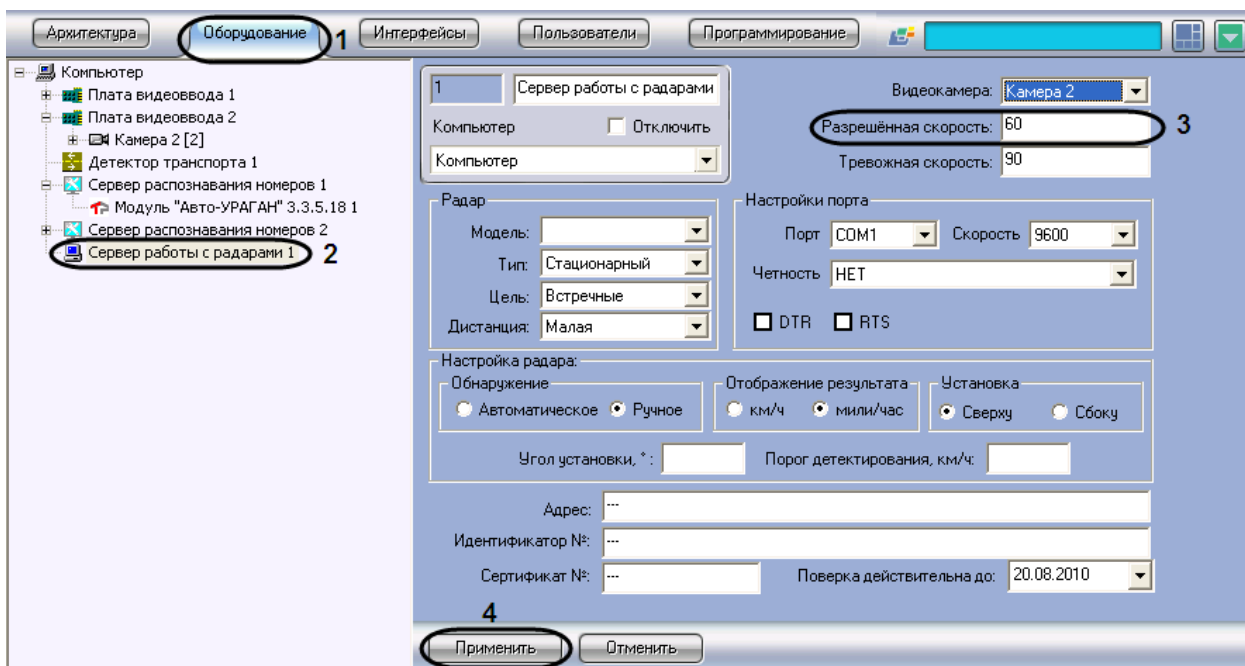

Рис. 7.3-4. Задание разрешенной скорости движения транспортных средств
1. В диалоговом окне «Настройка системы» перейти на вкладку «Оборудование» (Рис. 7.3-4, 1).
2. В дереве объектов на вкладке «Оборудование» выбрать объект «Сервер работы с радаром», соответствующий настраиваемому программному модулю «Радар» (Рис. 7.3-4, 2). В правой части вкладки «Оборудование» отобразится панель настройки выбранного объекта.
3. В поле «Разрешенная скорость» ввести разрешенную скорость движения транспортных средств, которую требуется отображать в отчете о распознанном номере (см. Рис. 7.3-4, 3). Параметр выражается в км/ч.
4. Нажать кнопку «Применить» (см. Рис. 7.3-4, 4).